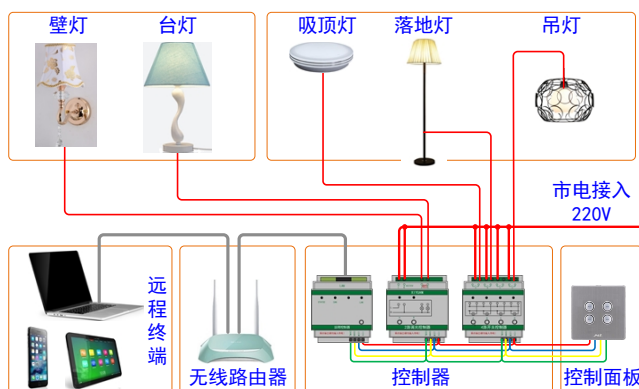
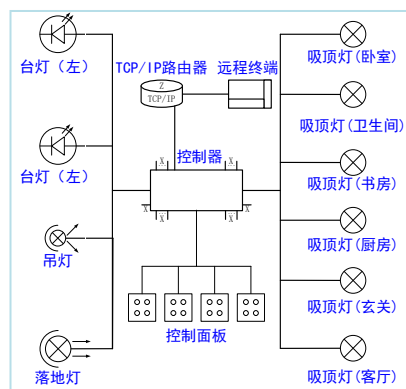

图 1-26 智能照明控制系统原理图
图 1-27 智能照明控制系统原理图
智能家居照明控制系统包括吸顶灯、吊灯、书桌灯、落地灯、床头灯。图 1-26 所示为智能照明控制系统原理图。图 1-26，图 1-27 所示为智能家居照明控制系统原理图，其中图 1-26 是以实物照片为图例设计的控制系统原理图，图 1-27 是按照 GB/T 34043-2017 《物联网智能家居 图形符号》国家标准中规定的图形符号设计的控制系统原理图，为了方便快速学习和理解，我们在图中增加了产品名称。
- 1) 掌握智能家居照明控制系统的工作原理，并绘制系统原理图（参考图 1-26,1-27）。